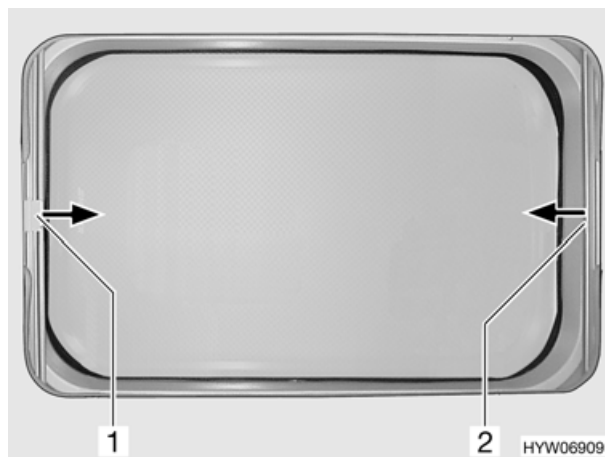

Fig. 38 Oblò a comando elettrico
- Tirare la tendina oscurante pieghevole (Fig. 38,2) nella direzione della freccia fino alla posizione desiderata.
- Tirare la zanzariera a rullo (Fig. 38,1) nella direzione della freccia fino a toccare la tendina oscurante pieghevole (Fig. 38,2).
- Premere la maniglia della zanzariera a rullo (Fig. 38,1).